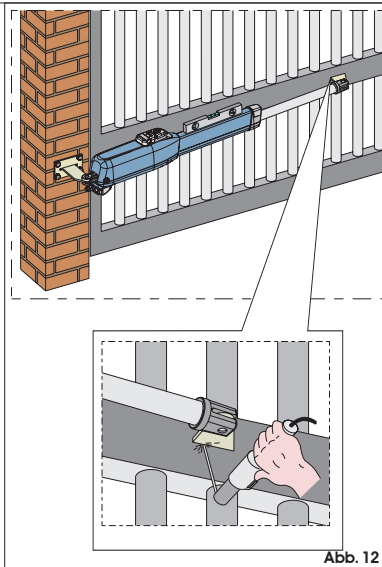

Abb. 12
- 9) Den Flügel schließen und dabei den Antrieb perfekt waagrecht halten und den Befestigungspunkt des vorderen Bügels bestimmen (Abb. 12).
- 10) Den vorderen Bügel provisorisch mit Hilfe von zwei Schweißpunkten befestigen (Abb. 12).